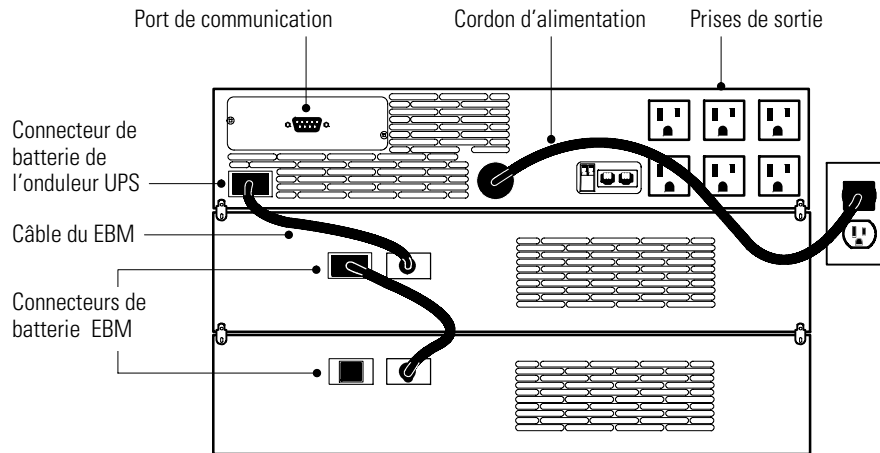

Figure 8. Installation classique de l'onduleur UPS (modèle illustré : 120 V)
Les étapes suivantes décrivent l'installation de l'onduleur UPS. Figure 8 n'illustre qu'une installation classique. Voir « Panneaux arrières de l'onduleur UPS » page 12 pour une description du panneau arrière de chaque modèle.
5. Branchez le câble du EBM au connecteur pour batterie du panneau arrière de l'onduleur UPS (voir Figure 8).